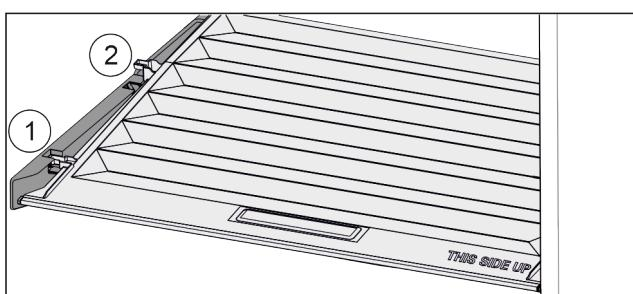

Fig. 43
- ▶ Кришку до отвору в дет алях для під римки потягнути вперед Fig. 43 (1).
- ▶ Підняти ззаду знизу та вийняти Fig. 43 (2) вгору.